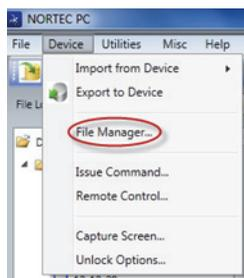

图 6-21 文件管理器指令
- ◆ 在 NORTEC PC 软件的 **Device**（设备）菜单中，选择 **File Manager**（文件管理器）（参见第 311 页的图 6-21）。